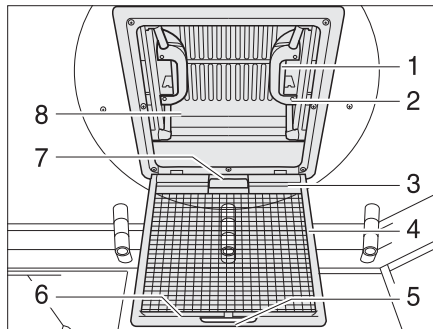

Bild 84 Dachhaube mit Schnappverschluss
- Am Griff (Bild 84,5) ziehen.
- Insektenschutz (Bild 84,4) nach unten klappen.
- Schnappverschluss (Bild 84,1) zur Innenseite der Dachhaube (Bild 84,8) drücken. Gleichzeitig mit dem Griff (Bild 84,2) die Dachhaube nach oben drücken.
- Insektenschutz (Bild 84,4) nach oben schwenken, bis er einrastet.
- An beiden Griffen (Bild 84,2) die Dachhaube (Bild 84,8) kräftig nach unten ziehen, bis beide Schnappverschlüsse (Bild 84,1) eingerastet sind.
Schließen: ■ Verdunklungsrollo am Griff (Bild 84,7) ziehen und Hakenleiste (Bild 84,3) in die Halteleiste (Bild 84,6) am Insektenschutz einhängen.
Öffnen: ■ Hakenleiste (Bild 84,3) von der Halteleiste (Bild 84,6) lösen und Verdunklungsrollo langsam zurückführen.